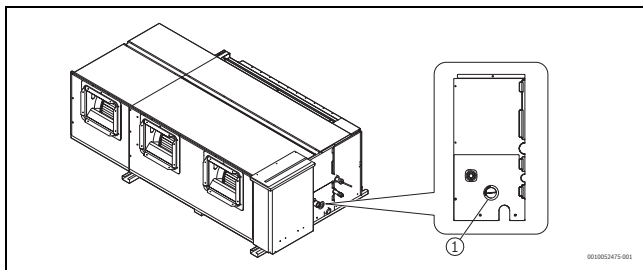

Fig. 27
- ▶ Deschideți capacul de testare a apei (→ Fig. 27) de pe corpul mașinii, acesta trebuie să fie deșurubat în timpul testului de evacuare pentru a verifica dacă pompa pentru drenaj este pornită și dacă există vreo problemă cu pompa pentru drenaj.